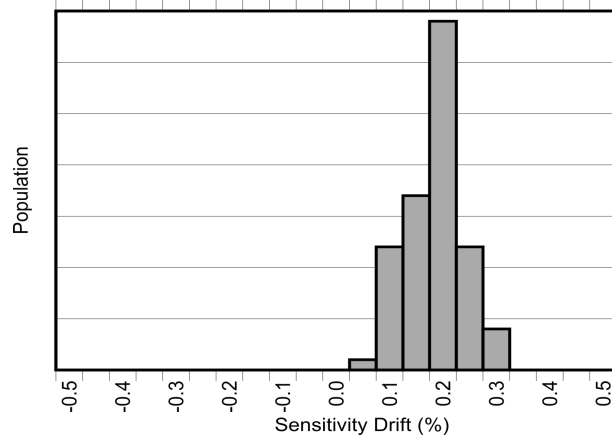
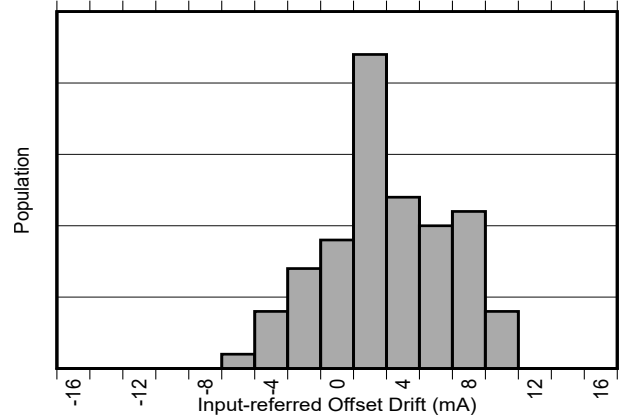

図 8-3. AEC-Q100 高温動作寿命ストレス テスト後の
図 8-4. AEC-Q100 高温動作寿命ストレス テスト後の
一般的な磁気電流センサでは、温度ドリフトが大きいことに加え、デバイスの寿命全体の経年劣化により、感度に 2%～3% のドリフトもさらに影響されます。TMCS1126 で温度ドリフトを低減するために使用されているのと同じ独自の補償技法も使用されます。これにより、特に動作温度が高いときに、ストレスや環境条件による経年変化による寿命ドリフトを大幅に低減できます。電気的特性に示すように、TMCS1126 は標準 3 ロットの AEC-Q100 認定において、130°C、相対湿度 (RH) 85% の高度加速ストレス試験 (HAST) の後、業界をリードする寿命感度ドリフトを実現しています。AEC-Q100 認定の規定に準じた 1000 時間に及ぶ 125°C の高温動作寿命ストレステストの後、電気的特性で規定される範囲内の低感度およびオフセットのドリフトも確認されています。これらのテストは、デバイスの寿命全体での標準的な動作を模倣しており、標準的な磁気電流センサに比べて経年劣化によるデバイス性能の変動が大幅に改善されることを示しています。AEC-Q100 に規定されている 1000 時間 125°C 高温動作寿命ストレステスト後の感度およびオフセットドリフトを、図 8-3 および 図 8-4 に示します。デバイスの動作性能は、デバイスの寿命全体にわたって変化します。このテストは、デバイスの寿命全体にわたる標準的な動作を模倣しており、標準的な磁気センサに比べてデバイスが性能を大幅に向上する可能性があることを示しています。